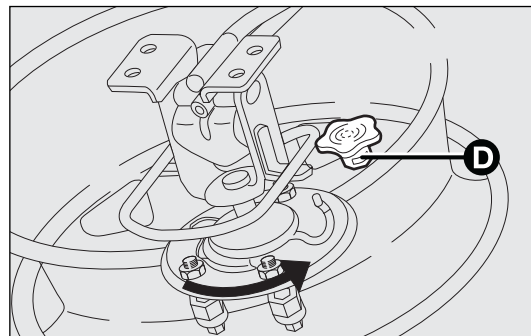

fig. 175
- enganchar la rueda al soporte girándola hasta el final (como se ilustra en la fig. 175) y apretar el pomo D;